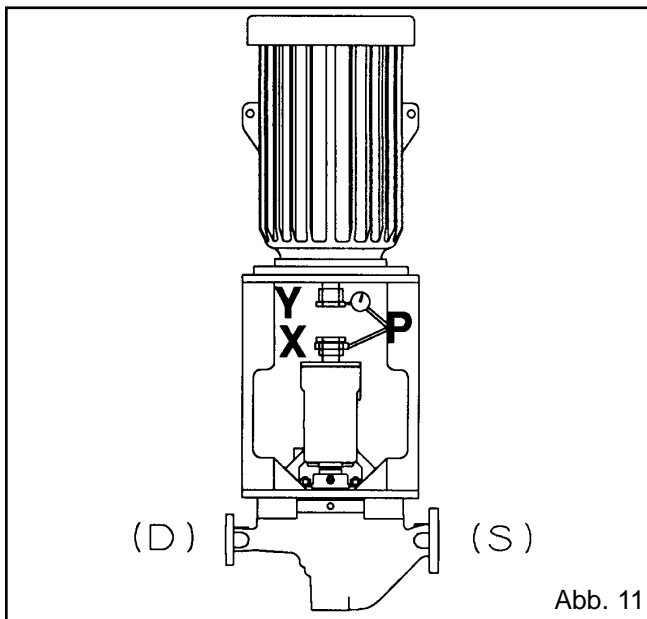

Abb. 11
1. Die Meßuhr P an der Saug-/Auslaßrohrmittellinie (12 Uhr) zur Saugseite hin auf Null stellen (Abb. 11).
- 3a. **Negative Ablesung** - Kupplungshälfte X ist weiter von der Ansaugung entfernt als Kupplungshälfte Y. Zur Berichtigung den Antrieb um die Hälfte der Gesamtablesung von der Ansaugung weg verschieben (Abb. 11).
- 3b. **Positive Ablesung** - Kupplungshälfte X liegt näher an der Ansaugung als Kupplungshälfte Y. Zur Berichtigung den Antrieb um die Hälfte der Gesamtablesung zur Ansaugung hin verschieben (Abb. 11).
1. Die Meßuhren A und P an der Saug-/Auslaßrohrmittellinie (12 Uhr) zur Saugseite hin auf Null stellen (Abb. 11).